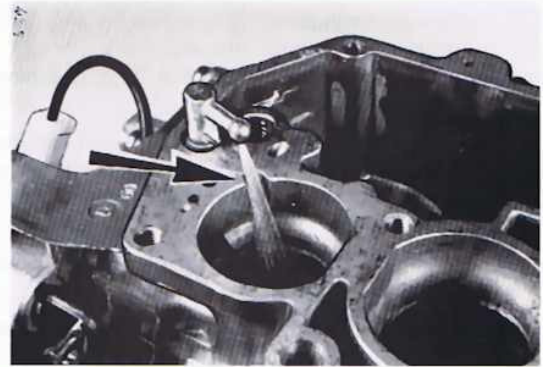

Bild 31
3.1 Einspritzrichtung (Bild 31)